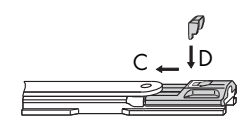

Bild 2
- C** Aushebesicherung des Anschlages (14) loslassen (Bild 2).
- D** Sperre (13) in vorgesehene Nut einschieben und einrasten (Bild 2).